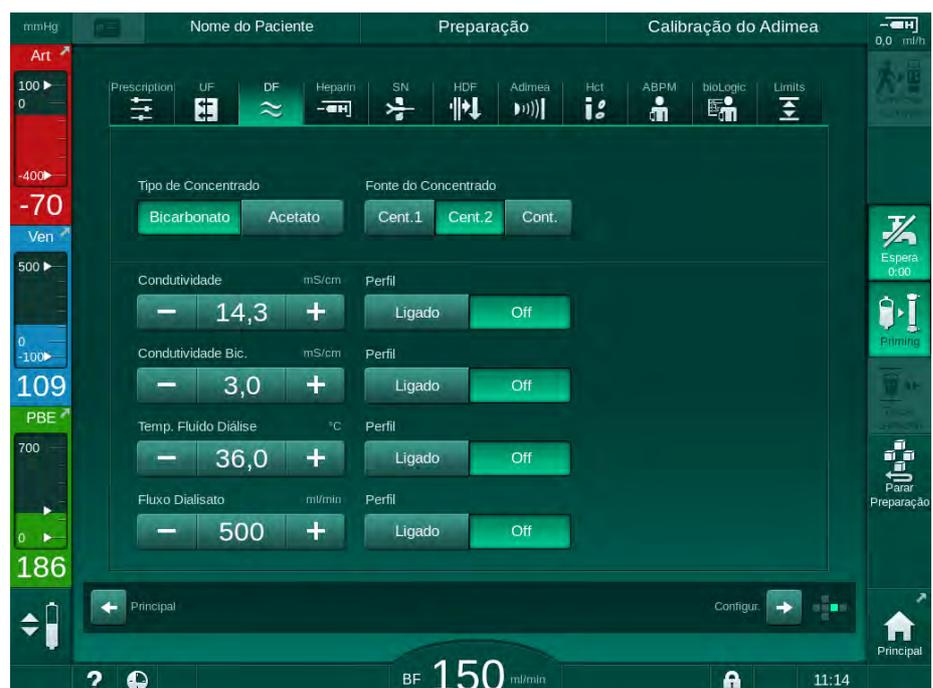

Fig. 5-17 Parâmetros DF na tela *Entrada*
1. Selecione *Perfil, Ligado* para o parâmetro respectivo na tela de parâmetros DF (Fig. 5-17 Parâmetros DF na tela Entrada (117)).